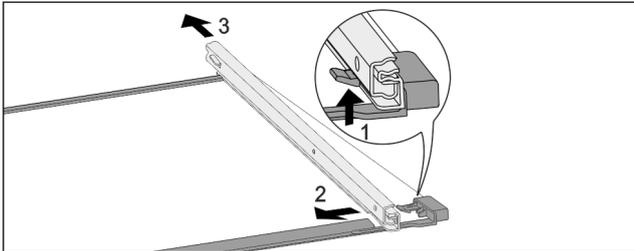

Fig. 79 Glasplatte mit Schienen
- ▶ Vorderen Rasthaken nach oben drücken. Fig. 79 (1)
- ▶ Auszugsschiene zur Seite Fig. 79 (2) und nach hinten Fig. 79 (3) wegschieben.